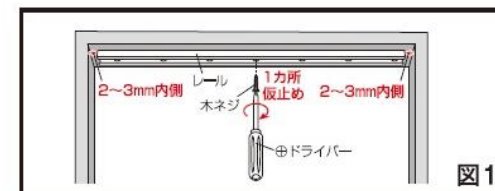

図1
1. レール**中央付近のネジ穴**に付属のネジで**仮止め**して下さい。(図1参照)